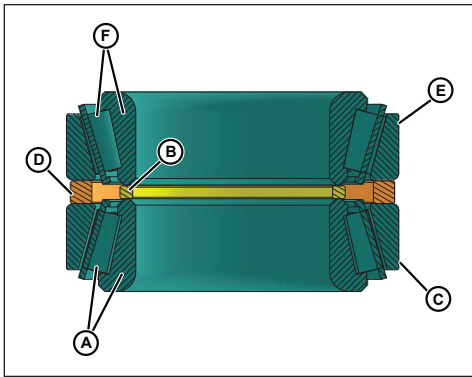

Abbildung 78 - Lagerbaugruppe
HINWEIS: NIEMALS Teile unterschiedlicher Lagerbaugruppen miteinander mischen. Die Teile wurden bei der Herstellung präzise aufeinander abgestimmt und müssen immer als komplette Baugruppe montiert werden. Siehe Abbildung 78.
3. Heben Sie den unteren Konus und die Rollenbaugruppe (Abbildung 78, Pos. A) aus dem Lagerstapel und setzen Sie ihn mit dem Radius nach unten auf die Welle. Drücken Sie ihn auf die Welle, bis er an der Wellenschulter anliegt. **Drücken Sie nur am inneren Konus.**